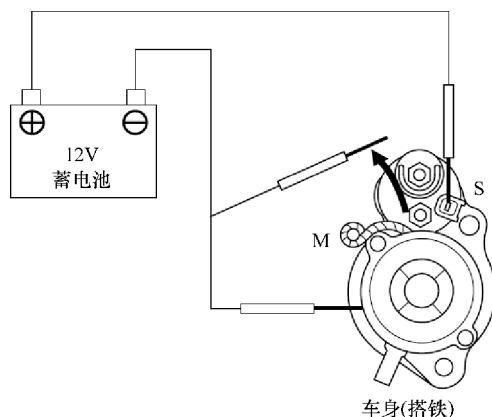

图 24-7 从 M 端子断开蓄电池负极
5) 如图 24-7 所示，将蓄电池负极从 M 端子上断开。如果小齿轮不缩回，则电磁阀的保持线圈工作正常。